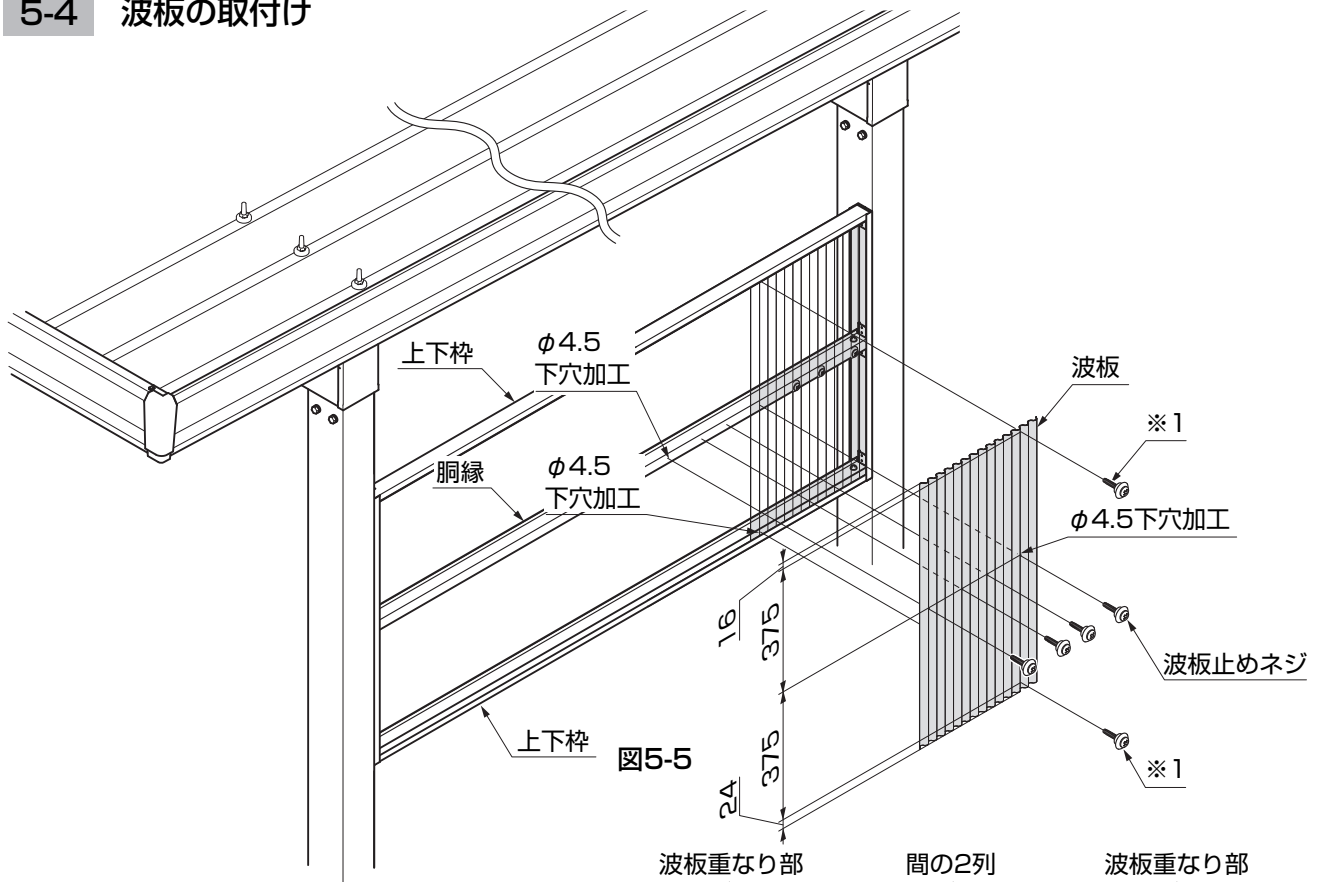
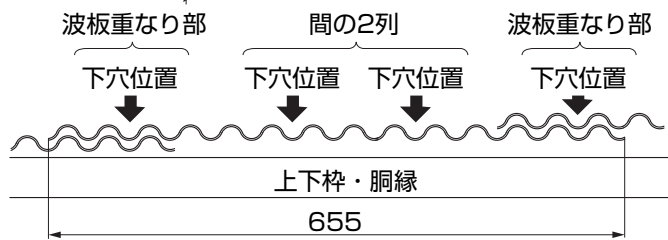

図5-5
図5-6 波板下穴位置 (波板谷部)
- ①上枿に合わせて波板を切断してください。
- ②波板の重なっている部分に各一列、その間2列に胴縁のV溝に沿ってφ4.5の下穴をあけてください。(図5-5、図5-6参照)
- ③波板を胴縁に波板止めネジで取付けてください。(図5-5参照)
- 波板の重ねしろは、3山にしてください。(図5-6参照)